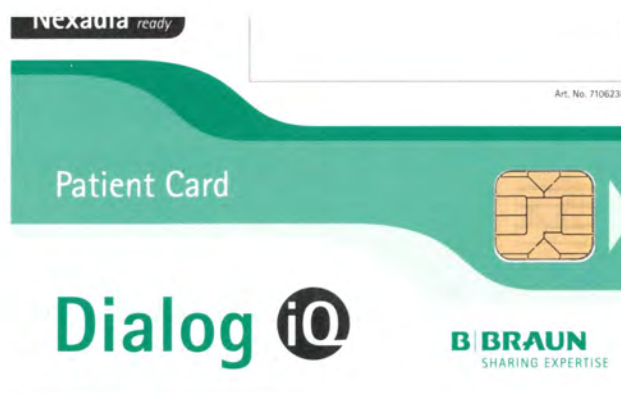

Bild 11-2 Dialog iQ patientkort
1. Sätt in patientkortet i kortläsaren på monitorns vänstra sida, med pilen mot kortspåret. Sidan med chippet (Bild 11-2) måste peka mot monitorns framsida (användargränssnitt).